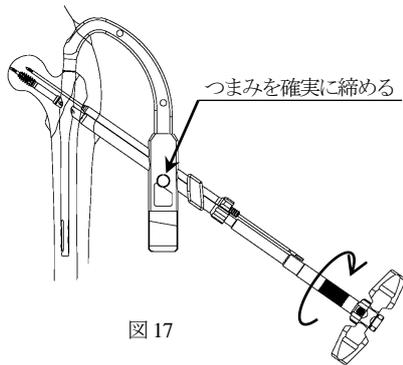

図 17
- 2) SS ネイルの手技に従い、SS ロングネイルを髓腔へ挿入します。ラグスクリュー T レンチ (ソケット型) (※) にてラグスクリューを挿入し (図 17)、エクストラスクリューを挿入します。骨折部へ圧迫をかける際は、ターゲットデバイスのつまみを確実に締めてスリーブを固定して下さい。